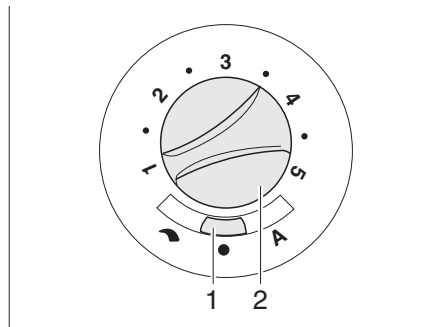

Bild 110 Reglage för cirkulationsfläkt (12 V)
- Ställ skjutreglaget (Bild 110,1) på "M" (manuell reglering) eller "A" (automatisk drift).
- Om skjutreglaget (Bild 110,1) är inställt på "M" (manuell reglering): Ställ in önskad effekt på cirkulationsfläkten med vredet (Bild 110,2).
- Ställ skjutreglage (Bild 110,1) på "●" (från). Under uppvärmning detta läge ingen funktion.